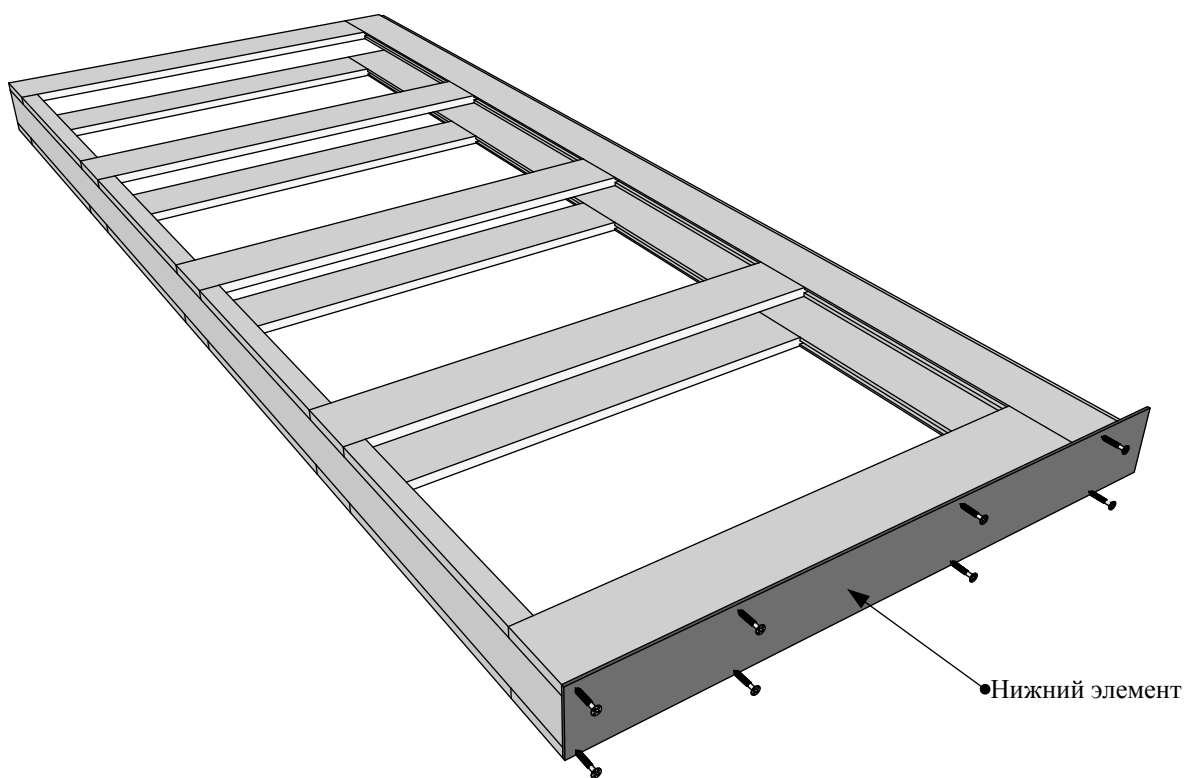

Рисунок 12
4.5 Установить нижний элемент (деталь F) и закрепить саморезами 3,5*32 (Рис. 12)